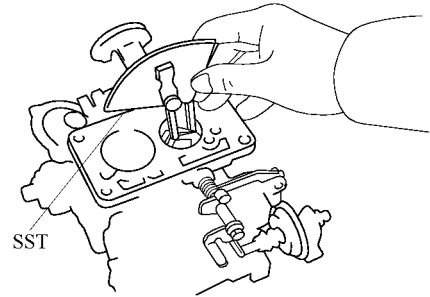

图 2-24 检查主控节气门的开启角度
3) 在阻风门全闭的状态下，检查主腔节气门的开启角度，如图 2-24 所示。